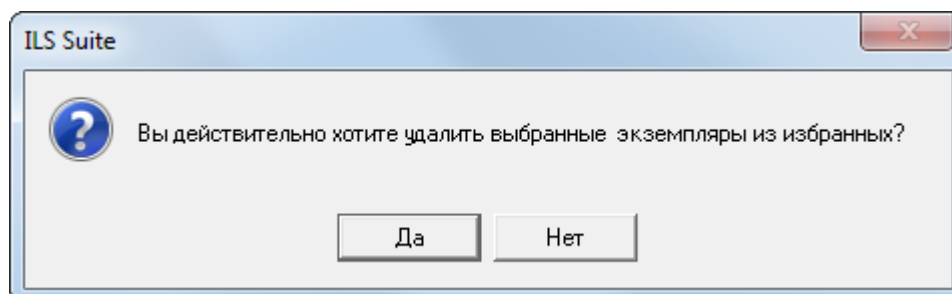

Рис. 9-37 – Окно подтверждения
- 4) В открывшемся диалоговом окне нажать кнопку «Да» для подтверждения действия (рис. 9-37).